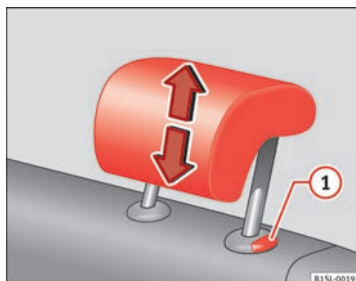

Fig. 31 Ajustar os encostos de cabeça traseiros.
- Desbloqueie o encosto de cabeça no sentido da seta, para cima ou para baixo ao mesmo tempo que pressiona o botão → Fig. 31 1 ⇒ ⚠.